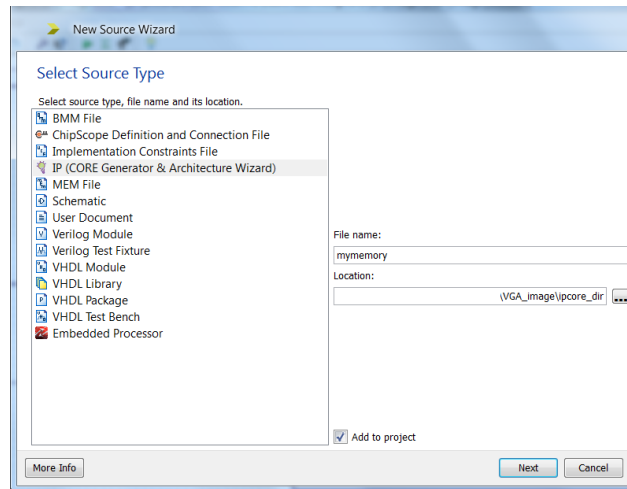

Figura 1. Ventana New Source Wizard
3. El archivo o bloque de memoria contiene la información de color de los pixeles de la imagen que se desea visualizar. Este archivo será descargado en la memoria interna de la FPGA. Para ello, sobre el archivo VGA_image_tets seleccione la opción **New Source**. Aparecerá el cuadro de dialogo **New Source Wizard**. Seleccione la opción **IP (Coregen & Arquitectura Wizard)** y en el campo **File name** digite el nombre de archivo **mymemory** como se muestra en la figura 1. Presione el botón **Next**.